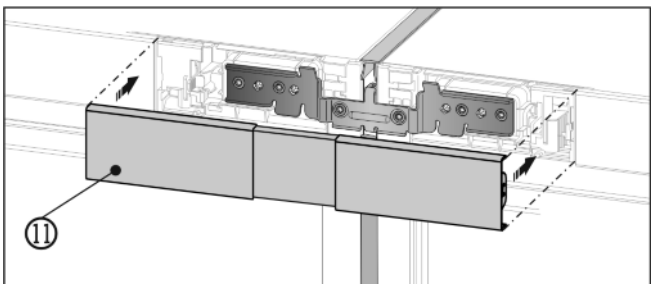

Fig. 15
- ▶ Klik de bovenste afdekking Fig. 15 (11) vast op de nog open tussenruimte van de beide bedieningspanelen. Zorg ervoor dat de buitenkanten van de afdekking gelijklopen met de bedieningspanelen.